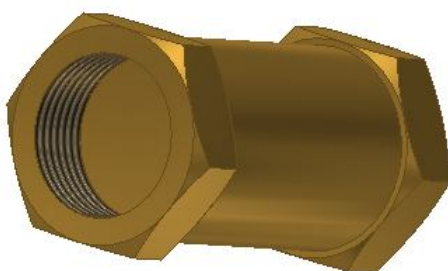

Рис. 1.17. Создание отверстия с резьбой ограниченной глубины
13. Выберите грань и разместите на ней отверстие концентрично фаске (рис. 1.17).